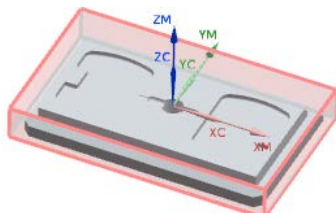

图 18.4 毛坯几何体
Step3. 单击“毛坯几何体”对话框中的**确定**按钮,系统返回到“铣削几何体”对话框,完成图 18.4 所示毛坯几何体的创建。